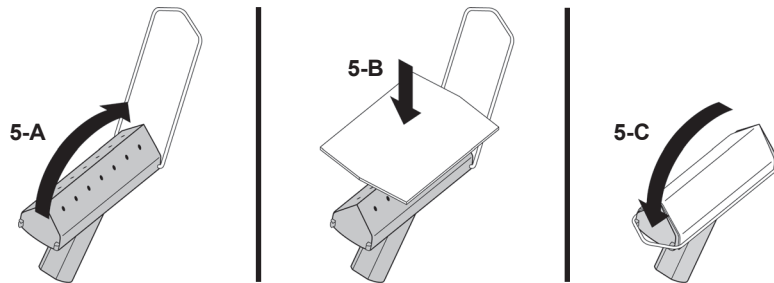

FIGURA 5
1. Gire el brazo del pasador de la Herramienta de Aristas Interiores a la posición abierta (FIGURA 5-A).
2. Presione la Almohadilla o la Esponja contra la Herramienta de Aristas Interiores (FIGURA 5-B). La Almohadilla o la Esponja debe envolverse alrededor del borde angulado para cubrir todos los orificios de vapor.
3. Sin dejar de presionar la Almohadilla o la Esponja contra la Herramienta de Aristas Interiores, gire el brazo del pestillo por encima de la Almohadilla o la Esponja hasta la posición de bloqueo (FIGURA 5-C). Esto asegurará la Almohadilla o la Esponja en su lugar.